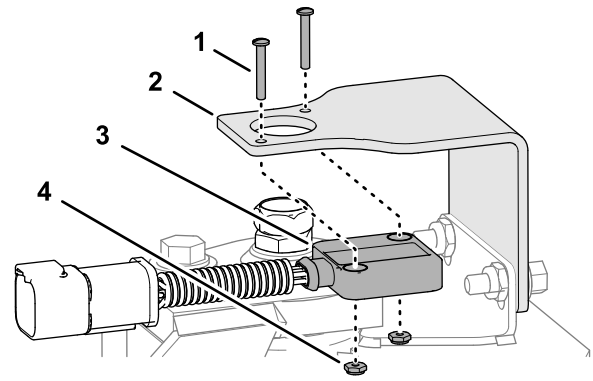

Figure 10
3. Montez le capteur de position de direction sur le support de capteur à l'aide de 2 vis à tête tronconique (n° 4 x 3/4") et 2 contre-écrous (n° 4), puis serrez les vis et les contre-écrous (Figure 10).